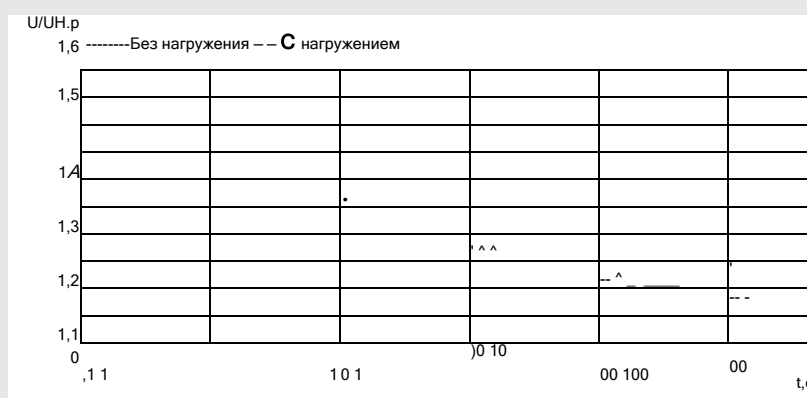

Рис. 1. Характеристика «напряжение - время» ограничителей ОПН-РК 1 - с предварительной нагрузкой нормируемой энергией 2 - без предварительной нагрузки энергией
2.3. Характеристика «напряжение - время» ограничителей ОПН-РК представлена на рис. 1.